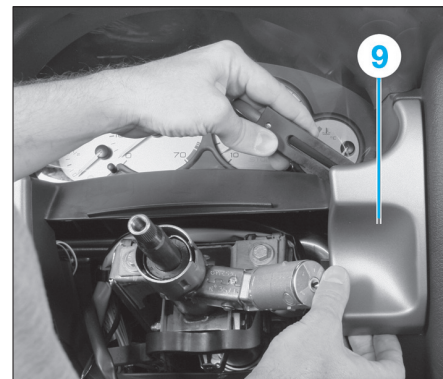

FIG. 33
- Dégrafer l'enjoliveur (10) (Fig.33).